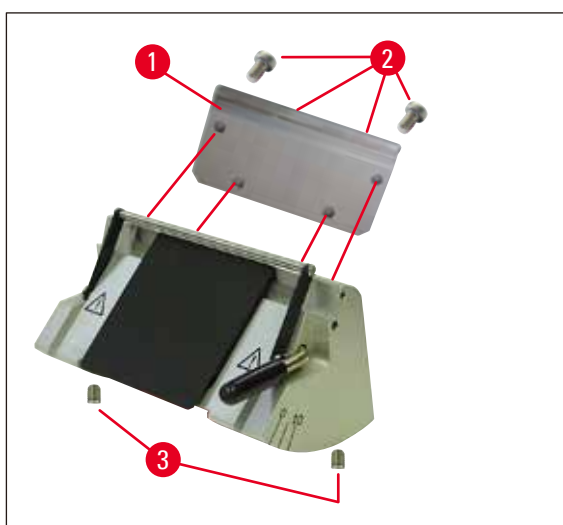
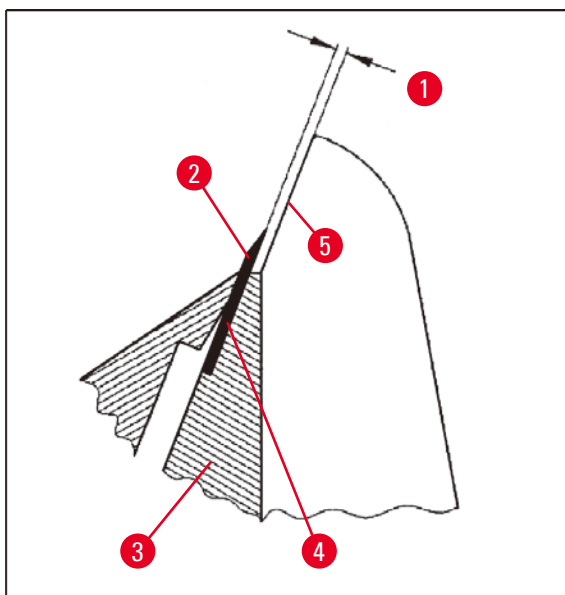

Fig. 34
Fig. 35
- Lors du montage, veillez à ce que le rebord supérieur de la plaque de pression (→ Fig. 40-4) soit parallèle et à la même hauteur que celui de la plaque de pression arrière (→ Fig. 40-2) (voir fig. (→ p. 45 – Fig. 34), (→ p. 46 – Fig. 35)). Si nécessaire, ajustez les plaques d'appui (→ p. 49 – 5.9.10 Vue d'ensemble - accessoires).